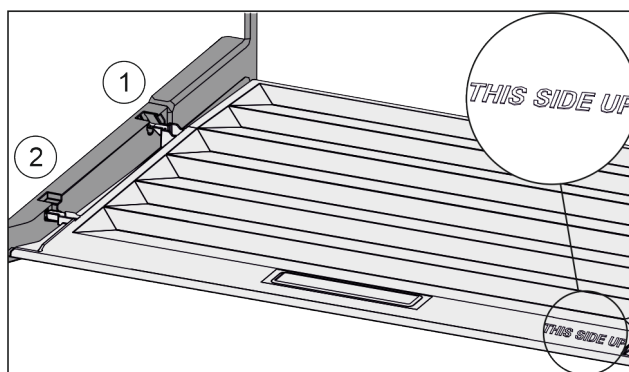

Fig. 74
- Robova predala vstavite nad odprtino zadnjega držala Fig. 74 (1), spredaj pa ju zataknete v držalo Fig. 74 (2).